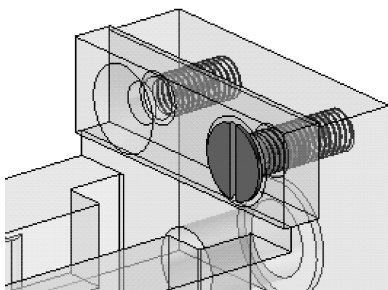

图 7-93 装配第一个螺钉
- 12 单击【装配约束】对话框中【确定】按钮，螺钉即被装配到钳口板上，如图 7-93